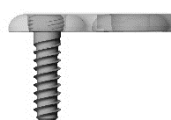
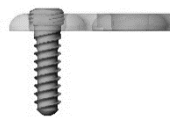
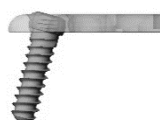
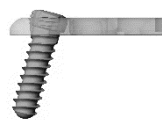

図 1. ロック状態 (可)
図 2. ロックされていない (不可)
図 3. ロック状態 (可)
図 4. ロックされていない (不可)
- 2) スクリューヘッドがプレート表面と同一平面にロックされた場合のみ、正しいロックが得られる（図1および図3）。しかし、振り角15°でスクリューをプレートに挿入した場合、スクリューヘッドのエッジが若干突出する可能性がある。
(図3)。顕著な突出がある場合(図2および図4)、スクリューヘッドはプレートに完全に嵌め合わされておらず、ロック位置に達していない。このような場合、完全な嵌め合わせと適切なロッキングが得られるよう、スクリューを締め直すこと。